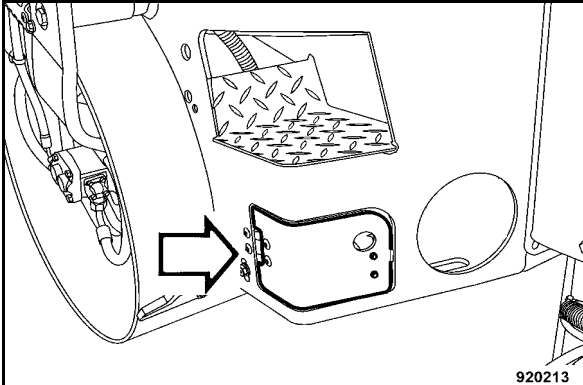

Fig. 185
- Ouvrir la trappe de recouvrement (Fig. 185) à l'arrière droite du véhicule.